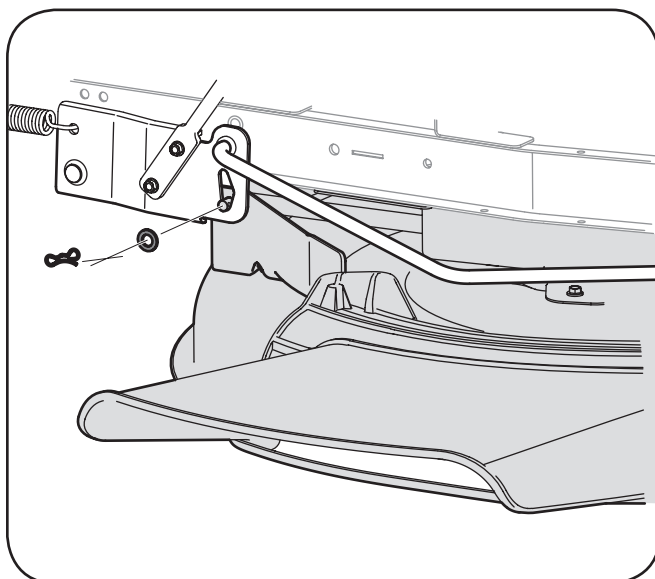

Figura 7-1
3. Retire el pasador de pajarita y una arandela plana de la assembly elevación de la plataforma, y retener para su reinstalación después. Ver Figura 7-1.